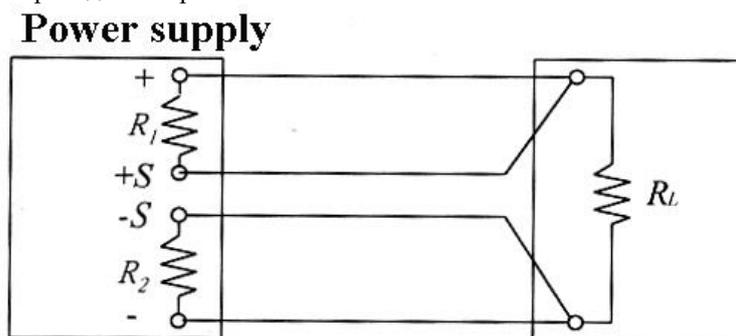

Рис. 6.6
3. В случае использования 4-х проводной схемы подключения нагрузки, возникает опасность вывода из строя «открытых» концов схемы обратной связи. Для предотвращения пробоя соедините резистором 1 Ком клеммы S «+» и M «+» и клеммы S «-» и M «-», как приведено на рис. 6.6